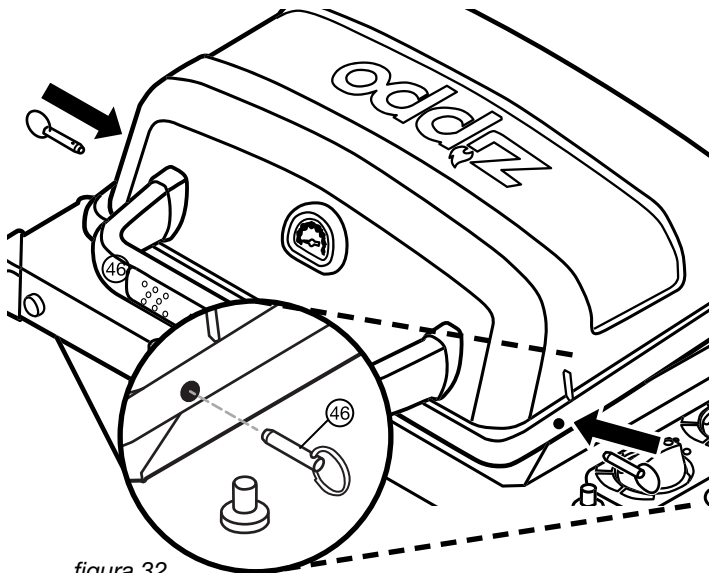

figura 32
Instalar (46) Pasadores a través de agujeros, como se muestra en la figura 32.